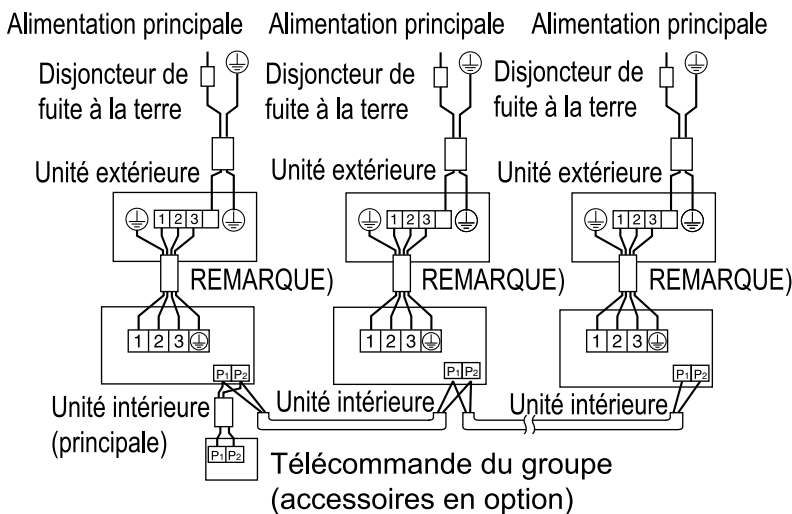

Fig. 26
- **Commande de groupe:** 1 télécommande commande jusqu'à 16 unités intérieures. (Toutes les unités intérieures fonctionnent depuis la télécommande.) (**reportez-vous à la fig. 26**)
- (1) Retirez le couvercle du boîtier de commande (reportez-vous au chapitre "5. INSTALLATION DE L'UNITÉ INTÉRIEURE").
- (2) Établissez un croisement entre les bornes (P1, P2) du boîtier de commande pour la télécommande (il n'y a pas de polarité) (**reportez-vous à la fig. 26 et au tableau 4**).